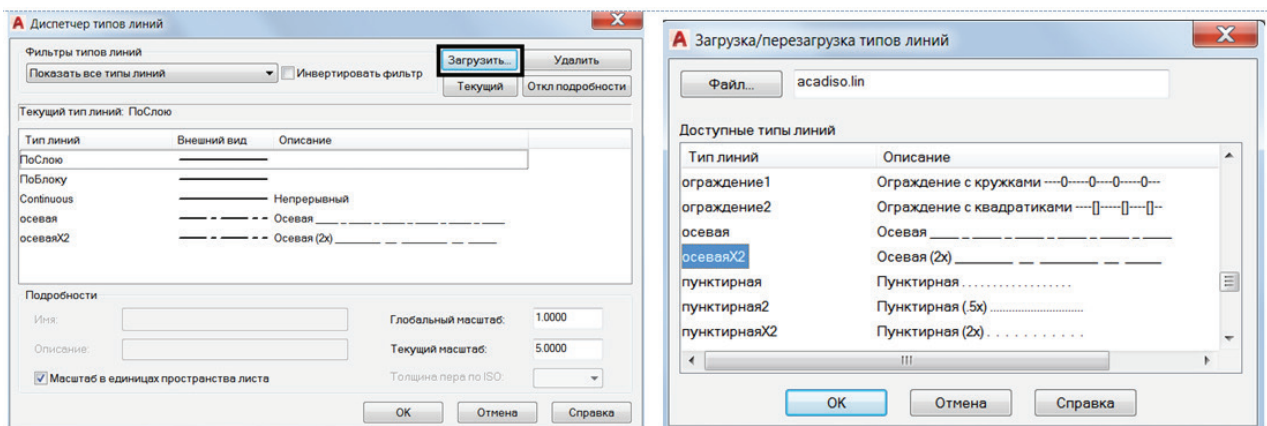

Рис. 2.1.36. Загрузка типов линий в чертеж
3. В окне **Диспетчер типов линий** щелкните кнопку **Загрузить** (рис. 2.1.36).
Загруженные в чертеж типы линий можно посмотреть на вкладке ленты **Главная** на панели **Свойства** в раскрывающемся списке  (см. рис. 2.1.36, 2.1.42).
Упражнение. Загрузите в свой чертеж тип линии **осеваяX2** и поменяйте тип линии дуги **Continuous** на **осеваяX2** (рис. 2.1.36, 2.1.42).